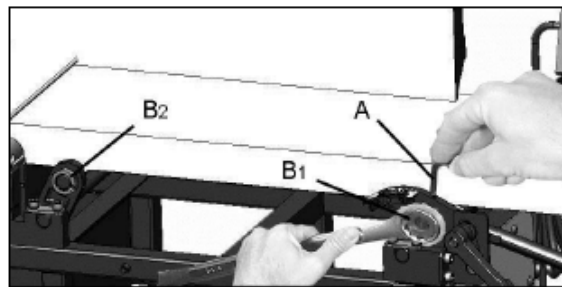

Рис. 15
9. Каждый стол оснащен эксцентриковыми регулировочными устройствами – по два сзади и спереди (В, Рис. 15 – показано одно из устройств).
11. В отверстии закручен установочный винт. С помощью 2,5 мм шестигранного ключа (А, Рис. 15) ослабьте винт, поворачивая ключ против часовой стрелки.
12. Поворачивайте шестигранную гайку (В1, Рис. 15) с помощью 24 мм гаечного ключа. Данная регулировка очень чувствительна, поэтому ее следует производить очень аккуратно.
ПРИМЕЧАНИЕ: направление закручивания шестигранных гаек с левой и правой резьбой отличается; если используется гайка с правой резьбой (В1, Рис. 15), то чтобы поднять данную сторону стола, гайку следует крутить по часовой стрелке, а чтобы опустить – против часовой. Гайку с левой резьбой (В2, Рис. 15) следует крутить наоборот.
14. По завершении регулировки затяните установочный винт с помощью шестигранного ключа (А, Рис. 15).